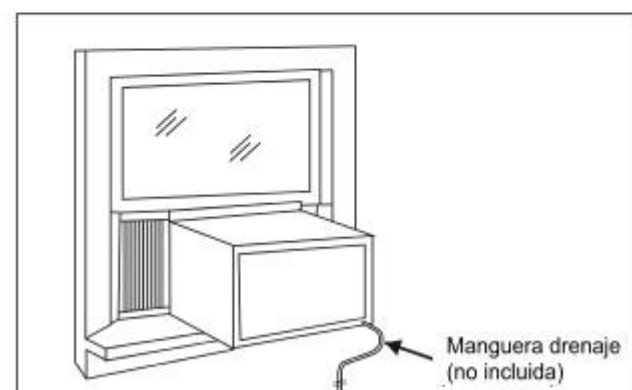

Fig. 14
C. En zonas muy húmedas, la eliminación del agua puede ser lo suficientemente excesiva como para producir desbordamiento en la unidad o aumentar el ruido del aire acondicionado. Si esto ocurre, es posible que tenga que conectar una manguera de drenaje (no incluida) que permita eliminar cómodamente la condensación. Ver (Fig. 14).